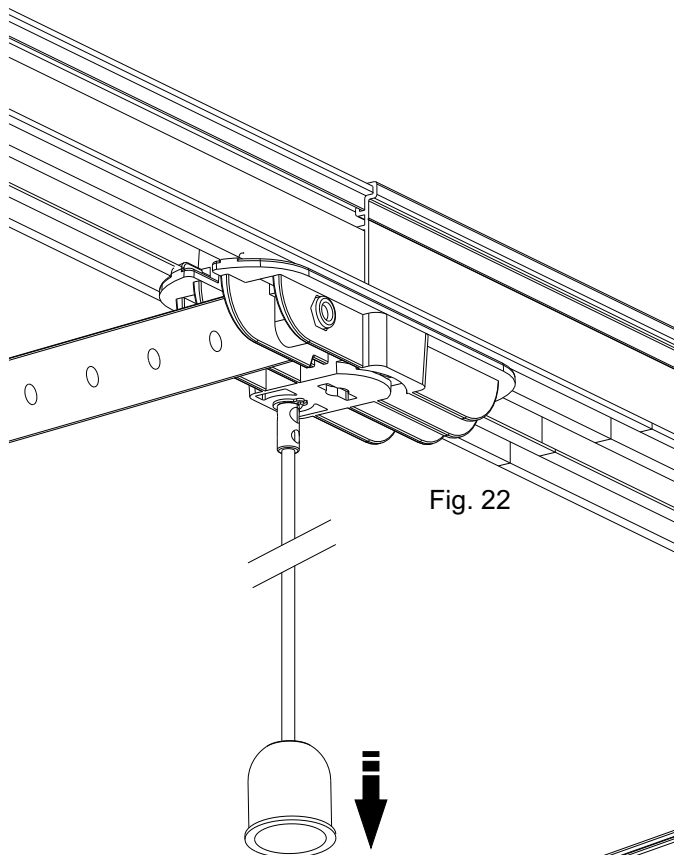

Fig. 22
- Tirer la poignée de déverrouillage et ouvrir manuellement la porte (Fig. 22).